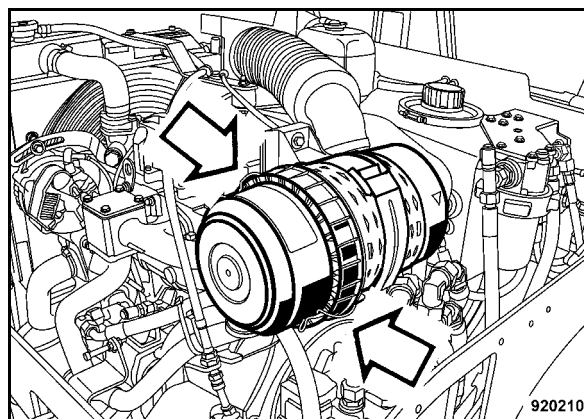

Fig. 139
- Soltar el gancho de resorte (Fig. 139) y retirar la cubierta del filtro.